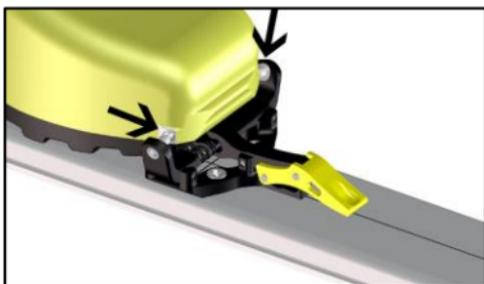
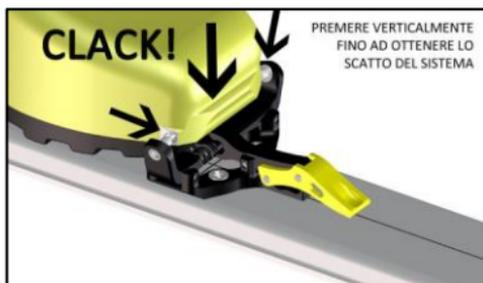
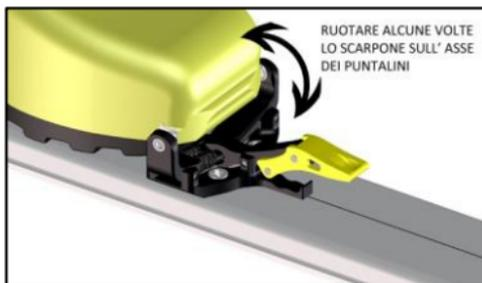

FIGURA 20
FIGURA 21
FIGURA 22
- Avvicinare la punta dello scarpone al puntale, portando le due sedi dell'inserto metallico anteriore dello scarpone in corrispondenza dei puntalini di aggancio dell'attacco (**FIGURA 20**). Da questa posizione, premere la punta della scarpa verso il basso (verticalmente) generando lo scatto del sistema elastico che andrà a chiudersi sullo scarpone (**FIGURA 21/22**). Far oscillare poi alcune volte lo scarpone sull'asse dei puntalini, per verificare il corretto accoppiamento scarpone attacco, come mostrato in **FIGURA 22**.